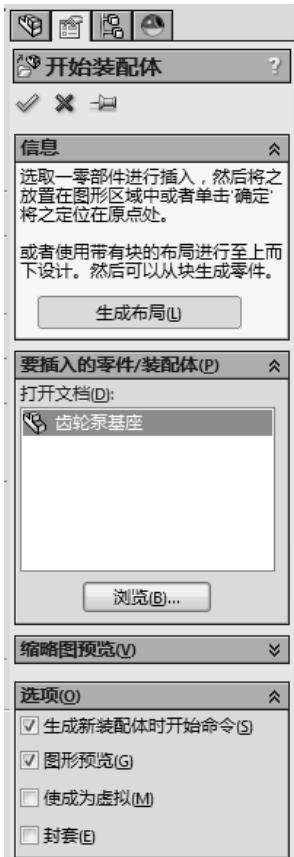

图 10-2 设置开始装配体操控板
- 设置开始装配体属性，单击【浏览】按钮，打开一现有文件齿轮泵基座，如图 10-2 所示。